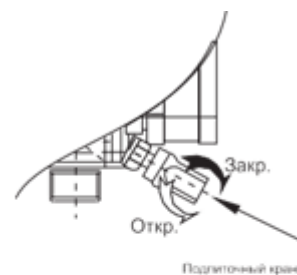

Рис. 3-2
- 3) С помощью подпиточного крана (рис. 3-2) заполните систему отопления водой, до показаний на манометре -1,5 бар, после закройте.